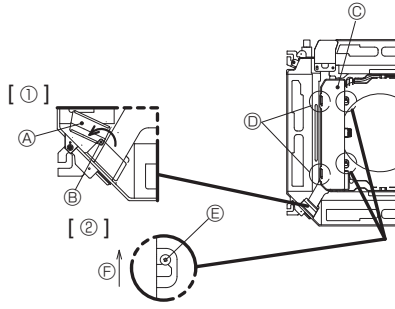

Fig. 5-4
1. Kablo girişindeki (İsteğe bağlı VALF KİTİ bağlantı kablosu) elektrik kablosu servis panelini sabitleyen tek vidayı gevşetin, ardından servis panelini şekilde gösterilen konuma döndürün. [Fig. 5-4 ①]
2. Elektrikli kutusu kapağını sabitleyen iki vidayı sökün ve ardından elektrik kutusu kapağını kaydırarak çıkarın. [Fig. 5-4 ②]